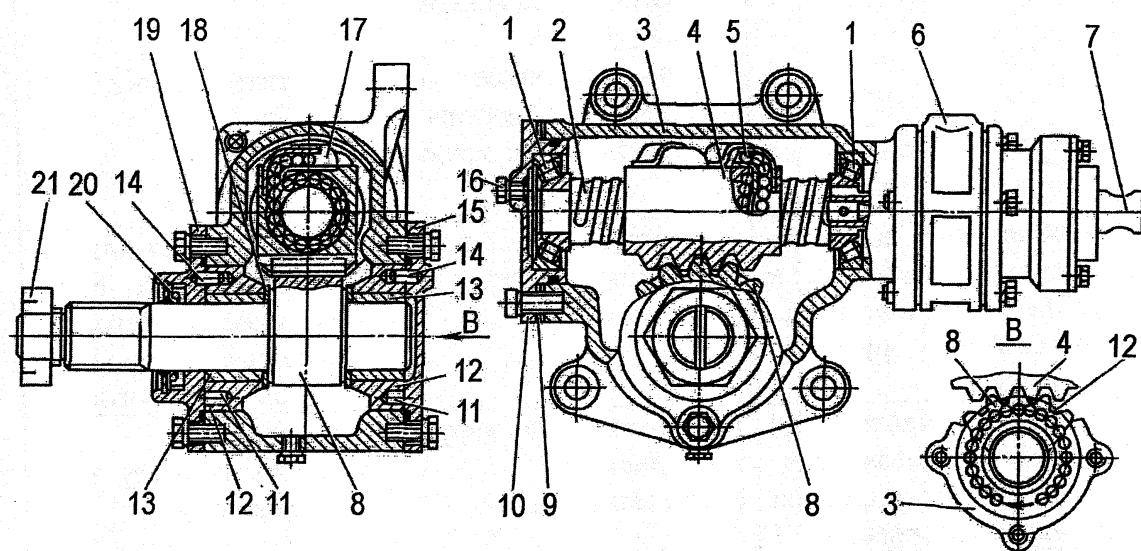
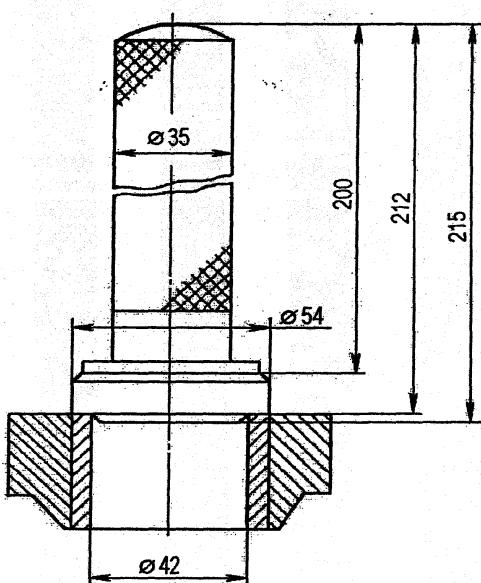
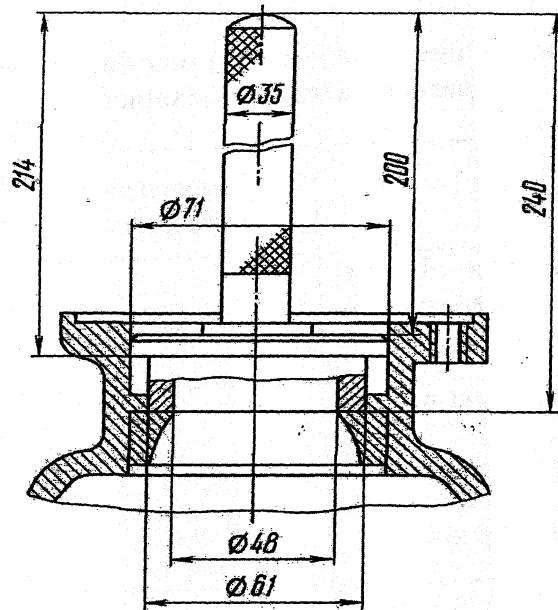

Рис. 53. Рулевой механизм:
Рис. 58. Выпрессовка металлокерамических втулок
Рис. 59. Выпрессовка наружной обоймы сферического подшипника
Рулевой механизм состоит из винта 2 (рис.53) и шариковой гайки-рейки 4, находящейся в зацеплении с зубчатым сектором 8.
5. Отсоединить шланги 2, 11 и 12 и трубы от распределителя 6 (см. рис.53).
11. Переместить поворотом винта 2 (см. рис.53) гайку-рейку 4 в одно из крайних положений.
13. Извлечь из картера 3 эксцентрические вкладыши 12 в сборе с металлокерамическими втулками 13, упорное кольцо 18 и зубчатый сектор 8. Выпрессовать с помощью оправки (рис.58) из вкладышей 12 (см. рис.53) металлокерамические втулки 13.
16. Выпрессовать с помощью оправки (рис.59) из картера 3 (см. рис.53) крышку 10 с наружной обоймой сферического подшипника 1.
1. Запрессовать с помощью оправки в крышку 10 (см. рис.53) наружную обойму сферического подшипника 1.
2. Установить во внутреннюю полость винта 28 (см. рис.53) торсион 20, совместить их отверстия и запрессовать штифт 27.
3. Напрессовать, на шейки винта 2 (см. рис.53) внутренние обоймы сферических подшипников 1.
При незначительном несовпадении отверстий в крышках и картере повернуть вкладыши 12 в ту или другую сторону до совпадения отверстий, обратив при этом внимание на отсутствие зазора в зубчатом зацеплении. Штифты 14 расположить друг против друга на одной линии (см. рис.53).